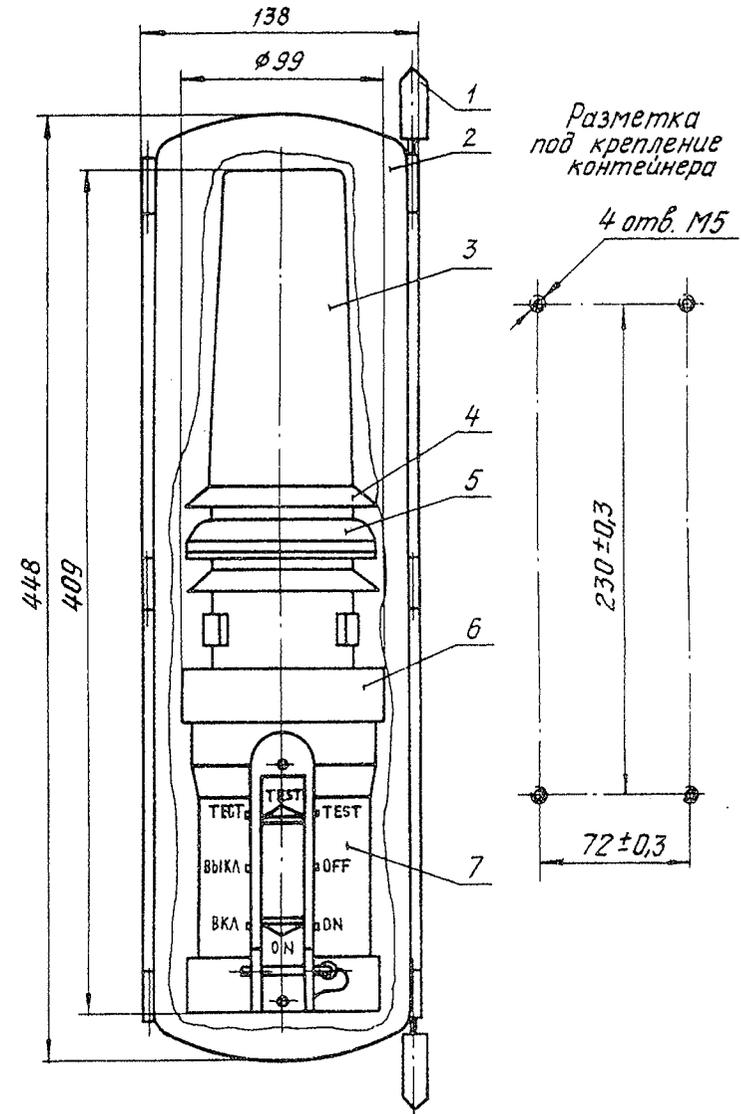
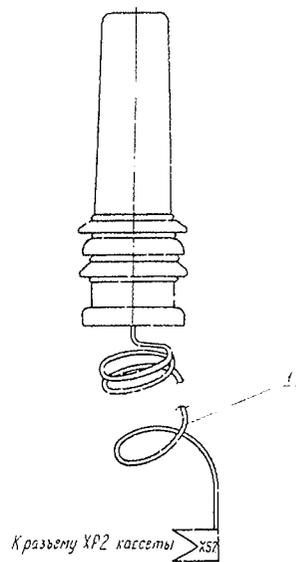
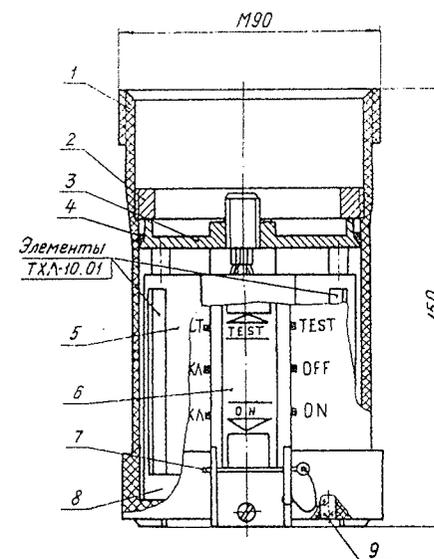

Рис. 2
Рис. 3
Рис. 4
Габаритные и установочные размеры - см. рис. 2
<p>ЕНОВАНИЕ РАБОТЫ: Замена источника питания</p> <p>Содержание операции и технические требования (ТТ)</p> <p>смотрите изделие по технологической карте №1.</p> <p>М А Н И Е! ЗАМЕНУ ИСТОЧНИКА ПИТАНИЯ ПРОИЗВО- НА ВЫКЛЮЧЕННОМ ИЗДЕЛИИ, КОГДА ДВИЖОК ВЫКЛЮ- Я НАХОДИТСЯ В ПОЛОЖЕНИИ ВЫКЛ.</p> <p>зверните соединительную гайку 6 (см. рис. 2) и отсоедините у питания. Вращая за скобу влево, отверните резьбовое кольцо см. рис. 4).</p> <p>влеките катушку из корпуса, потянув за скобу. Отсоедините 1 8 (см. рис. 4) катушки и извлеките элементы питания.</p> <p>смотрите состояние контактных пружин и других элементов вы. Протрите их салфеткой, смоченной в спирте.</p> <p>1 М А Н И Е! ПРИ РАБОТЕ С ЭЛЕМЕНТАМИ НЕ ДОПУСКАЕТСЯ:</p> <p>ОРОТКОЕ ЗАМЫКАНИЕ ЭЛЕКТРОДОВ, ДАЖЕ КРАТКО- РЕМЕННОЕ.</p> <p>СТАНОВКА ЭЛЕМЕНТОВ НЕ В СООТВЕТСТВИИ С ОБОЗ- АЧЕННОЙ ПОЛЯРНОСТЬЮ.</p> <p>МЕХАНИЧЕСКИЕ ВОЗДЕЙСТВИЯ.</p>	<p>0,5 чел. -ч</p> <p>Работы, выполняемые при отклонениях от ТТ</p> <ol style="list-style-type: none"> 1. Неработоспособные элементы заменить кондиционными. 2. Проверить качество сборки катушки, зачистить и промыть контакты. 3. Направить изделие на завод-изготовитель для ремонта.
2. 4. 6. Конструктивно (см. рис. 2) изделие состоит из блока излучателя 3 и кассеты 7, соединённых гайкой 6. Корпуса из ударопрочной пластмассы оранжевого цвета обеспечивают герметичность блоков и всего изделия.
2. 4. 8. Из дна блока излучателя выходит кабель 1 (рис. 3) для подачи напряжения питания и снятия напряжения телеметрии ВАР и RADAR. Длина кабеля 1,5 м. Это позволяет, отвернув гайку 6 (см. рис. 2), разносить блок излучателя и кассету и облегчает размещение изделия на спасательном средстве.
3.3.7. Для облегчения установки изделия его можно расчленив на два герметичных блока, отвернув гайку 6 (см. рис. 2). При этом на высоту до 1,5 м можно поднять только блок излучателя, который держать в руках легче, чем РСО целиком.
2.4.9. Кассета питания (рис. 4) состоит из цилиндрического корпуса 1 и вложенной в него кассеты 5. Сверху кассета закрыта герметичным дном 3 с разъемом для подачи напряжения питания на блок излучателя. Уплотнение дна обеспечено резиновой прокладкой 4 и резьбовым кольцом 2. Для удобства пользования дно и резьбовое кольцо снабжены проволочными скобами. На кассете смонтированы индикаторы встроенной системы контроля, свечение которых видно через стёкла 9 на торце корпуса, и герконовые контакторы, обеспечивающие включение изделия.
Четырьмя винтами или шурупами закрепите контейнер в рубке судна или на спасательном средстве в удобном месте. Разметка под крепление указана на рис. 2. На надувных спасательных средствах РСО размещается в специально отведённом для него месте.